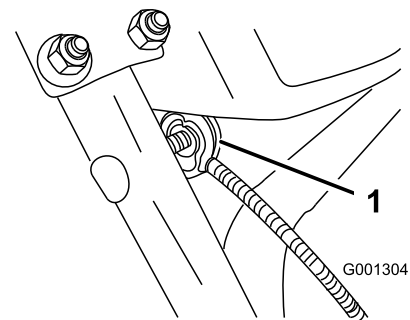

Figure 6
2. Retirez l'écrou et la rondelle du guidon, fixez le serre-câble au bout du câble sur le guidon, remettez la rondelle et l'écrou, et serrez l'écrou à la main (Figure 6).